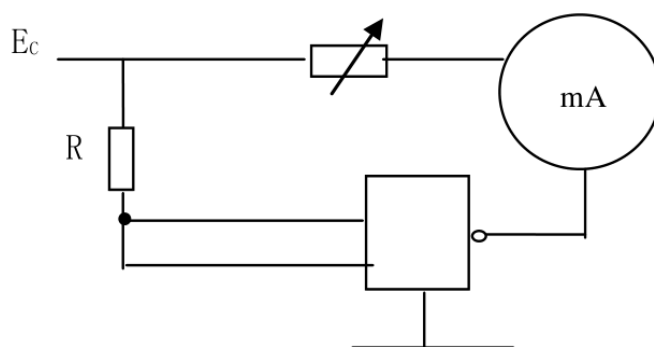

图 4: 扇出系数  $N_c$  的测试电路
**扇出系数  $N_c$**  是说明与非门输出端负载能力的参数，表示驱动同类门的数目。测试电路见图 4。测试时，调节  $R_L$ ，使  $V_o = 0.35 \text{ V}$ ，测量  $I_o$  值。 $N_c = I_o / I_{is}$ ，通常对典型电路  $N_c \geq 8$ 。